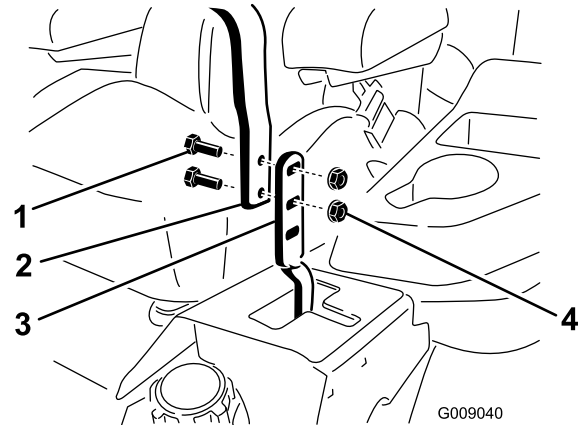

Figura 63
3. Afloje los pernos y las tuercas con arandela prensada de las palancas (Figura 63).